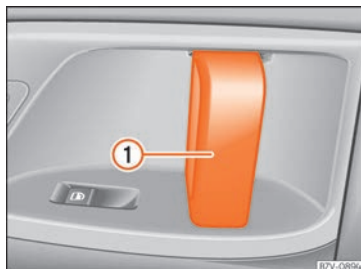

Fig. 136 En la puerta corrediza: manecilla de la puerta ①.
Abrir la puerta corrediza desde el interior.	Con la puerta corrediza desbloqueada, abra la puerta por completo tirando de la manecilla interior de la misma »» fig. 136 ①.